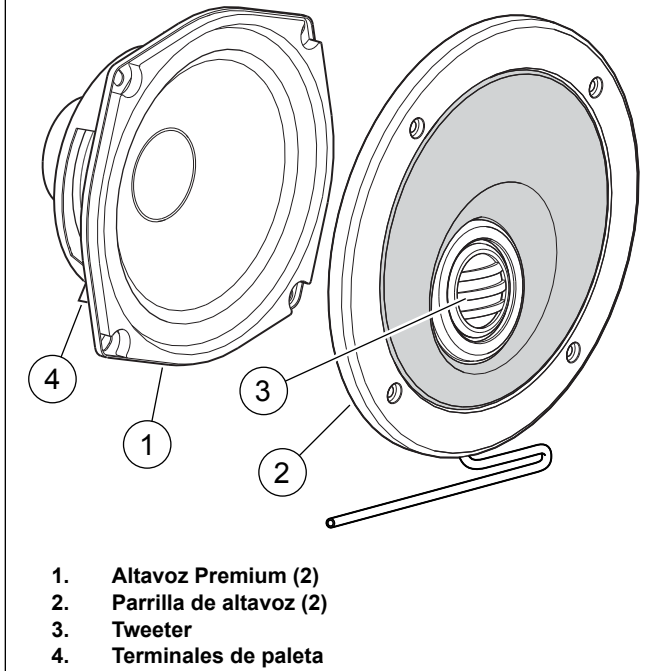

Figura 4. Componentes del kit de altavoces traseros Boom! Audio
1. Vea Figura 4. Coloque una parrilla de altavoz (2) contra la superficie de un altavoz (1) como se muestra, con los terminales de paleta del altavoz (4) apuntando **hacia abajo** y el tweeter (3) en la parte inferior de la parrilla. Pase los cables del tweeter hacia abajo y afuera entre la parrilla y el adaptador.